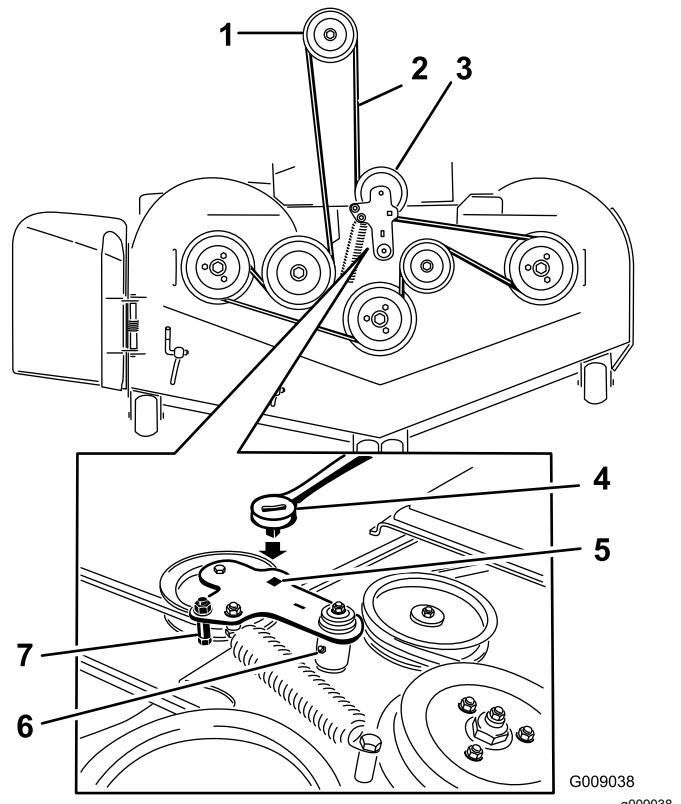

Figure 74
5. Insérez un rochet dans le trou carré du bras de la poulie de tension pour détendre le ressort de la poulie de tension (Figure 74).
7. Enlevez le guide-courroie situé sur le bras de la poulie de tension rappelé par ressort (Figure 74).
9. Acheminez la courroie neuve autour des poulies du tablier de coupe et de la poulie d'embrayage, sous le moteur (Figure 74).
10. Montez le guide-courroie sur le bras de la poulie tension (Figure 74).
11. Insérez le rochet dans le trou carré et montez le ressort de la poulie de tension (Figure 74).